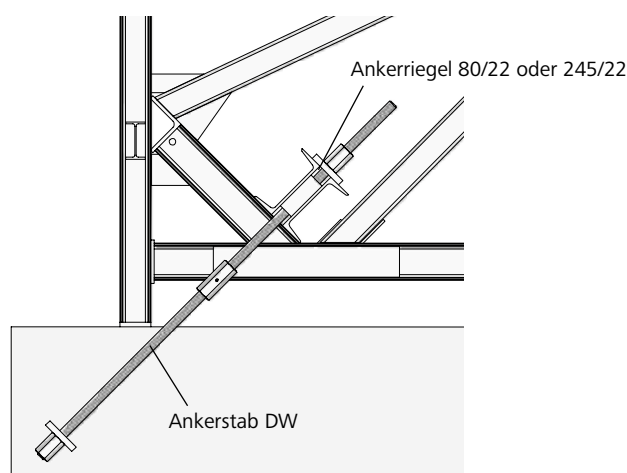

Abb. 19.5
- Mit Ankerstab DW 20 oder DW 26,5 und Ankerriegel 80/22 oder 245/22 (Abb. 19.5).